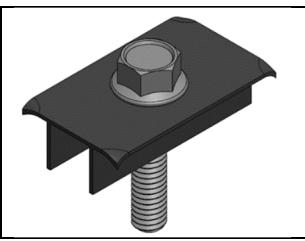

Rys. 1a: Miejsca przyłożenia nacisku klamer
- 1) **Klamry lub zaciski zabezpieczające:** Moduł należy zamontować z zaciskami umieszczonymi na dłuższych krawędziach modułu, Dopuszczalne zakresy podano w punkcie 5,0 (dodatek), Instalatorzy muszą zapewnić odpowiednio wytrzymałość klamry, tak aby osiągnąć maksymalną wytrzymałość konstrukcyjną modułów, Firma Maxeon Solar Technologies nie dostarcza zacisków ani klamer, Zaciśki, które mocują górną część ramy, nie mogą odkształcić górnego kołnierza, Zaciśki muszą wywierać nacisk współliniowo do „ścianki” ramy modułu, nie tylko górnego kołnierza, Klamry nie powinny wywierać nadmiernego nacisku na ramę, odkształcać górnego kołnierza ani stykać się ze szkłem – tego rodzaju praktyki unieważniają gwarancję na moduł oraz powodują ryzyko uszkodzenia ramy i szkła, Rys. 1a przedstawia miejsce występowania nacisku górnej klamry ramy, Należy unikać zaciśkania krawędzi modułu w odległości 50 mm od rogu, aby ograniczyć ryzyko odkształcenia i pęknięcia szkła, Podczas mocowania ramy modułu moment dociskania nie może nigdy przekroczyć 15 Nm, w przeciwnym razie istnieje ryzyko odkształcenia ramy, Należy użyć skalibrowanego klucza dynamometrycznego, Przed instalacją systemy montażowe należy ocenić pod względem zgodności, szczególnie w przypadku nieużywania zacisków lub klamer, Aby uzyskać zatwierdzenie dla niestandardowych zacisków lub klamer zabezpieczających, gdy wartości dociskania są wyższe od podanych, należy skontaktować się z firmą Maxeon Solar Technologies,